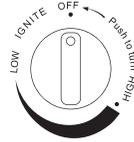

Рис. 20.
1. Поверните ручку управления в положение OFF (Выкл.) (рис. 20).